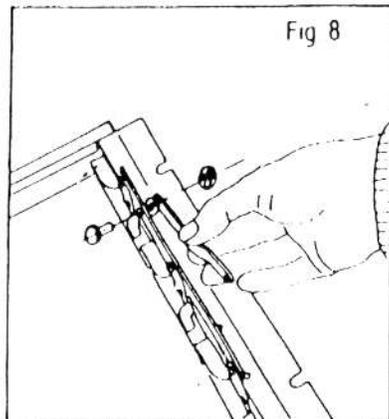

Fig 8
9. Den gekrümmten Verbindungsarm (9) an der Verbindungsstange (16) des Lamellenfensters mittel des Nietes (11), der Federtellerscheibe (12) und der Nylonscheibe (13) montieren, siehe Abb. 8.